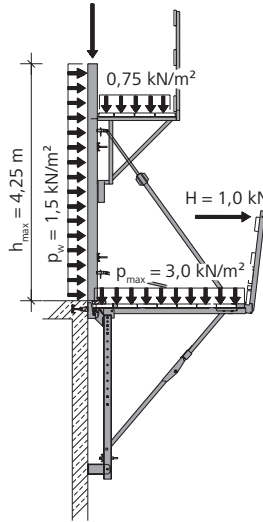

Fig. 22.2
- Plate-forme de travail avec coffrage étayé sur la plate-forme (Fig. 22.2)